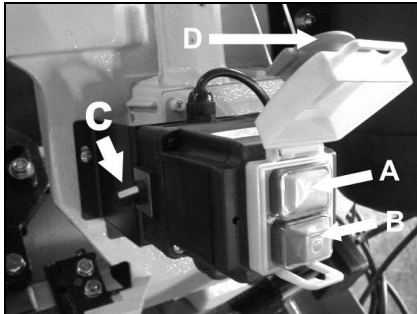

Fig 6
Mit dem grünen Eintaster (A, Fig 6) am Hauptschalter kann die Maschine gestartet werden: Mit dem roten Aus-Taster (B) kann die Maschine stillgesetzt werden.